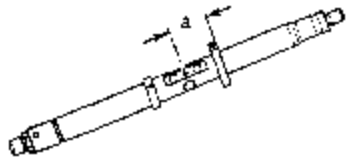

图 7-201 万用芯棒
1) 将万用芯棒 VW385/1 上校正环的尺寸 a 设置为： $a=70\text{mm}$ 。如图 7-201 所示。